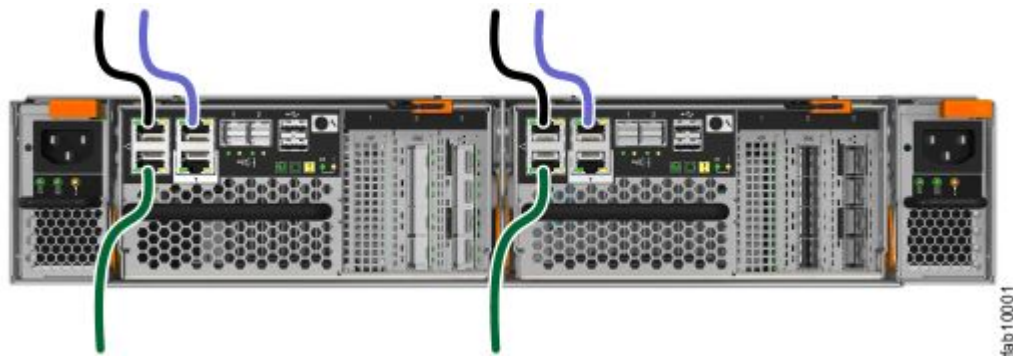

图 23. 连接以太网电缆
- 步骤 1. 将系统中每个节点容器的以太网端口 1 连接到将为系统管理接口提供连接的 IP 网络，如第 25 页图 23 “连接以太网电缆” 所示。该端口还可用于网络上主机到系统的 iSCSI 连接。如果系统中存在多个控制机柜，请确保每个节点容器的端口 1 都连接到同一网络，以在配置节点发生故障时提供访问。
- 步骤 2. (可选) 将系统中每个节点容器的以太网端口 2 连接到将为系统管理接口提供冗余连接的第二个 IP 网络, 如第 25 页图 23 “连接以太网电缆” 中颜色较浅的电缆连接所示。该端口还可用于网络上主机到系统的 iSCSI 连接。如果系统中有多个控制机柜, 请确保每个节点容器的端口 2 都连接到同一网络, 以在配置节点发生故障时提供访问。